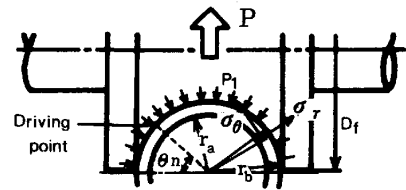

Fig.1 Stresses on cross-section of the pipe under rolling.
2. 計算方法 外圧 P_1 が働く場合, 厚肉円筒に発生する円周方向応力 σ_θ および半径方向応力 σ_r は, 次式で表わされる。軸方向応力 σ_z は 0 とする。(Fig.1 参照)
(2) 圧延トルク式 : 圧延トルク G を, ロールと材料の摩擦力によるトルク G_f とロール面圧によるトルク G_p の和で与える。各スタンドでのドライビングポイント (ロール周速と材料速度が等しくなる点) θ_n (Fig.1 参照) は, 実測結果より, ほぼ $\pi/4$ に等しい値をとるから, G_f は, 次式で与えられる。(μ : 摩擦係数)